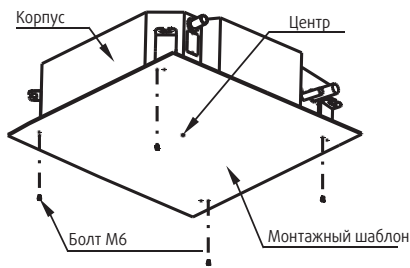

Рис. 4-3
1. Прорежьте в потолке квадратную нишу 880x880 мм в соответствии с размерами монтажного шаблона (рис. 4-3).
14. После монтажа корпуса блока закрепите на нем монтажный шаблон с помощью болтов М6х12, чтобы определить размеры и расположение ниши в подвесном потолке (рис. 4-3).